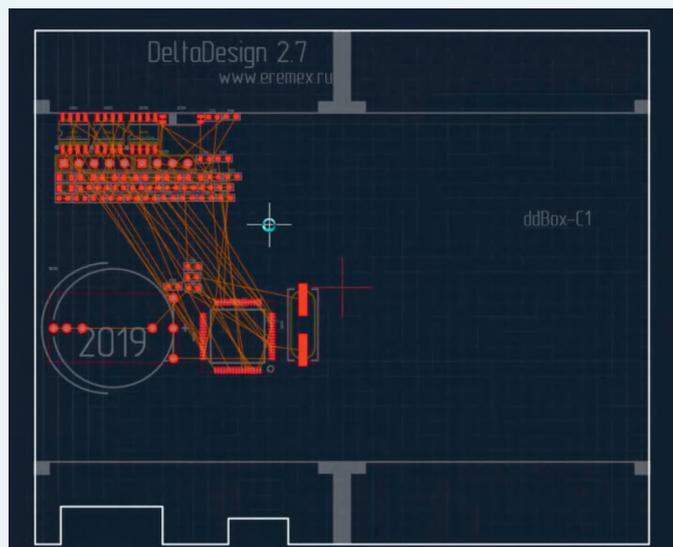

Рис. 1. Массовое размещение компонентов
- Массовое размещение компонентов позволяет разместить на плате группу компонентов. Это можно сделать как группой в границах задаваемой области, так и последовательно по одному (см. рис. 1). Группу размещаемых компонентов можно выбрать из панелей «Менеджер проекта», «Корзина деталей» и даже прямо со схемы.